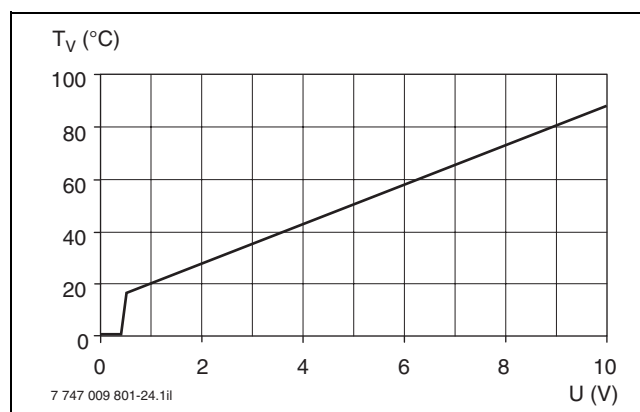

Fig. 56 Curva caratteristica del modulo segnalazione guasti EM10 (valori nominali)
In base a un segnale da 0-10 V DC è possibile una gestione mediante la temperatura di mandata o mediante la potenza (→ fig. 56).
- Gestione della caldaia tramite un segnale esterno 0-10 V in corrente continua. Attraverso questo segnale in corrente continua viene comunicata la temperatura nominale di funzionamento della caldaia (→ fig. 56).